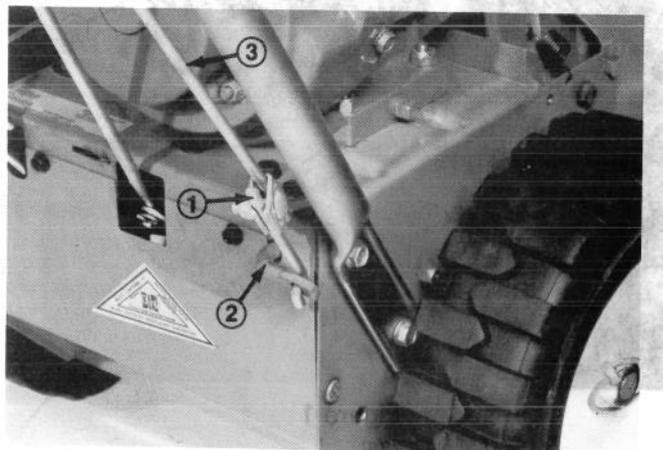

Figure 6
2. Posez la bride de la tige de commande de tarière sur les tiges de commande supérieure et inférieure. Serrez le boulon de carrossier et l'écrou de blocage (Fig. 6). Maintenez la distance de 6-1/2 pouces (16.5 cm).
Remarque: Assurez-vous que la tige inférieure soit au-dessus de la tige supérieure avant de serrer l'écrou de blocage (Fig. 6).